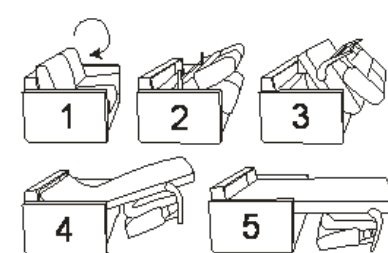

Рис.2
**4. ТРАНСФОРМАЦИЯ МЕХАНИЗМА НОВА и НЬЮ РОЛЛЕР (Рис. 2).**